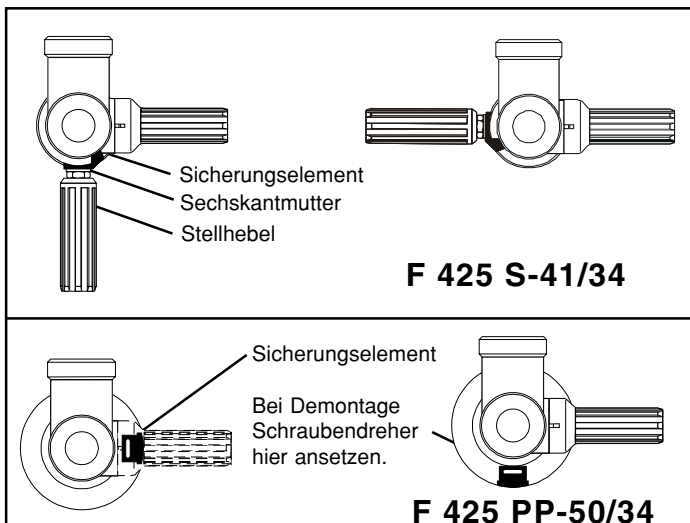

Bild 1
- Bei F 425 PP: Sicherungselement mit Schraubendreher nach außen drücken (siehe Seite 8, Bild 1).